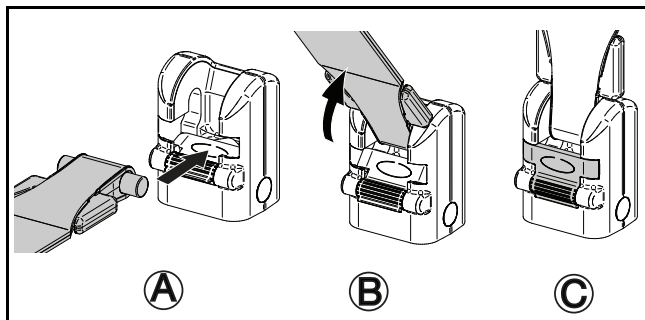

Fig. 5
- 5) Introduza a extensão do suporte de maca com o pivô na ligação rápida, empurrando-a para dentro (consulte a Fig. 5 A).
- 6) Rode a extensão para cima (consulte a Fig. 5 B).
- 7) Certifique-se de que o trinco está fechado (consulte a Fig. 5 C).